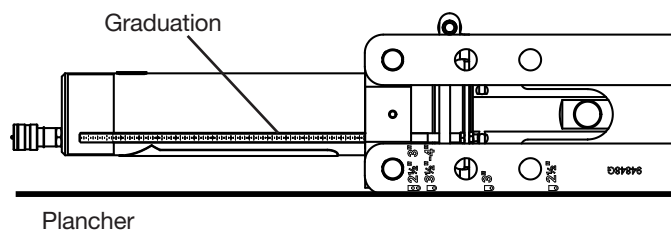

Figure 3
5. Positionner le bloc-cylindres de façon à ce que la graduation du vérin soit orientée vers le sol, puis glisser le vérin entre les fourches de connexion. (Fig. 3)